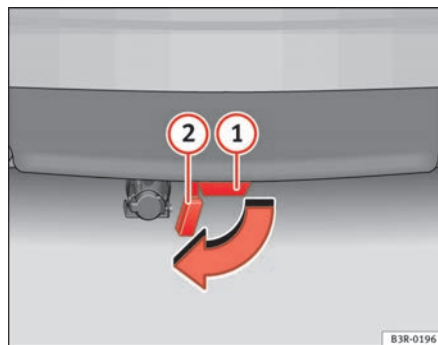

Fig. 157 Pára-choques traseiro: Abrir o tampão
- Extraia até ao limite final o tampão ② ⇒ fig. 157 do tubo de encaixe ① que se encontra debaixo do pára-choques. O tampão encaixa automaticamente no limite final.